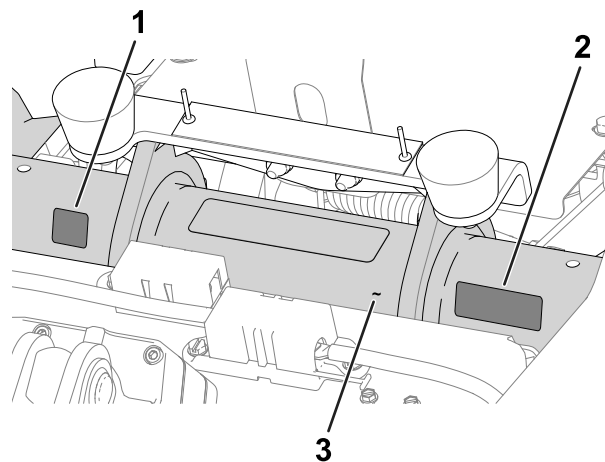

図 11
- 製造年デカル および CE/UKCA マークデカル 運転席下のフレームチューブシリアル番号プレートの下に貼りつける 図 11を参照。